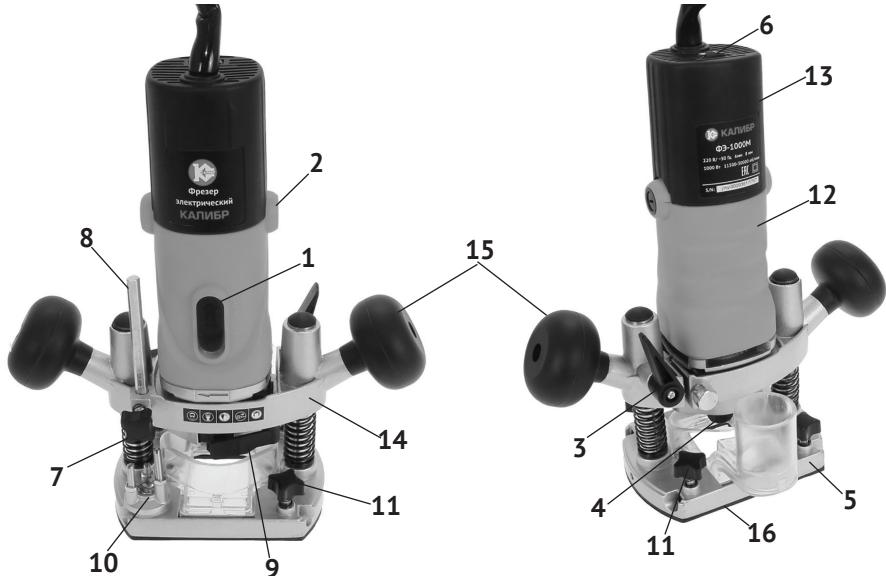

рис.1
1.4.1 Общий вид фрезера представлен на рис. 1
1.4.2 Расположенный вертикально двигатель фрезера с цанговым патроном (рис.1 поз.4) закрыт пластиковым корпусом (рис.1 поз.12), закреплённом на суппорте (рис.1 поз.14). Суппорт перемещается в вертикальной плоскости по двум направляющим трубкам, закреплённым на опорной плате (рис.1 поз.5). Вертикальный ход суппорта обеспечивает глубину фрезерования заготовок до 30 мм. Фиксация суппорта в нужном положении осуществляется рычагом
(рис.1 поз.3). Контроль глубины обработки обеспечивают скользящий стержень-ограничитель глубины (рис.1 поз.8) и упор ступенчатый (рис.1 поз.10) револьверного типа. Подача суппорта (вниз) для фрезерования осуществляется нажатием на рукоятки инструмента (после разблокировки рычага рис.1 поз.3). Обратный ход суппорта обеспечивают пружины, расположенные снаружи направляющих трубок. Горизонтальное перемещение инструмента обеспечивает скольжение пластиковой подошвы (рис.1 поз.16), закреплённой внизу опорной плиты, по поверхности заготовки.
На крышке корпуса фрезера (рис.1 поз.13) расположен диск регулятора оборотов двигателя (рис.1 поз.6). На нём нанесены символы: 1, 2, 3, 4, 5, 6, для установки скорости вращения шпинделя с фрезой.
Запуск двигателя осуществляется смещением ползунка выключателя (рис.1 поз.1) вниз из позиции «0» - выключено в позицию «I» - включено. Отпущеный ползунок пружиной возвращается в исходное положение - двигатель выключается. Для продолжительной работы, после смещения ползунка вниз, утопив его нижнюю часть в положении «I», он фиксируется в рабочем положении. При повторном нажатии на нижнюю часть ползунка, он возвращается в исходное положение «0» - выключено, двигатель выключается.
На суппорте (рис.1 поз.14) стрелкой указано направление вращения фрезы.
- установить опорную плиту (рис.1 поз.5) фрезера на заготовку;
- ослабить винт фиксации (рис.1 поз.7) ограничителя глубины и рычаг фиксации (рис.1 поз.3) вертикального положения суппорта;
- зафиксировать рычагом (рис.1 поз.3) положение суппорта;
- подвести скользящий стержень ограничителя глубины (рис.1 поз.8) к ступенчатому упору (рис.1 поз.10) так, чтобы он касался нижней ступеньки (при необходимости повернуть ступенчатый упор);
- ослабить винт (рис.1 поз.7) и поднять вверх стержень ограничителя глубины, пока показание на его линейке не достигнут значения (на верхней плоскости фланца), при котором, разность между ним и предыдущим значением не будет равна нужной глубине обработки (например: первое значение – 15 мм, второе – 45 мм, $45 - 15 = 30$ мм, 30 мм – нужная глубина фрезерования);
- выставить ступенчатый упор (рис.1 поз.10) таким образом, чтобы ограничитель глубины располагался над верхней ступенью упора;
Значение скорости вращения рабочей фрезы изменяется с помощью диска регулятора оборотов двигателя (рис.1 поз.6).
- снять с фиксации рычаг вертикального положения (рис.1 поз.3) для того, чтобы максимально увеличить рабочее расстояние между суппортом и опорной плитой (рис.7 поз.1);